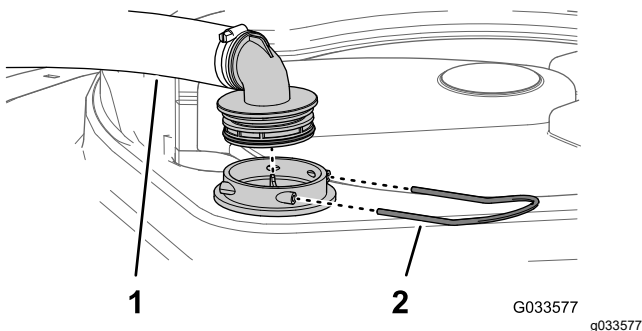

Bild 104
2. Nehmen Sie oben am Sprühbehälter den Halter ab, mit dem das Schlauchanschlussstück befestigt ist, das am dicken Schlauch und dem Filtergehäuse angeschlossen ist (Bild 104).
3. Nehmen Sie den Schlauch und das Schlauchanschlussstück vom Filtergehäuse ab (Bild 104).